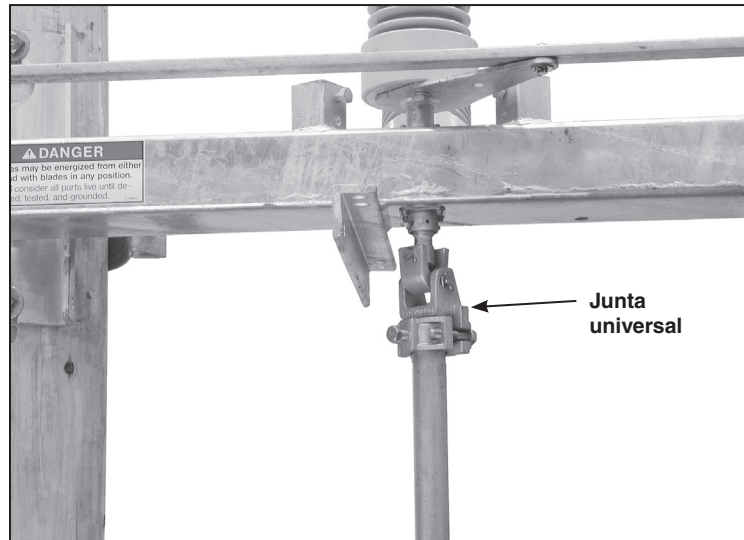

Figura 15. Instalação da seção superior do tubo de operação vertical.
PASSO 13. Insira a seção superior do tubo de operação vertical na junta universal montada na parte inferior da chave. Ver Figura 15. Afaste o parafuso de ajuste perfurante para fora do corpo do acoplamento do tubo antes de apertar os parafusos de fixação do acoplamento.